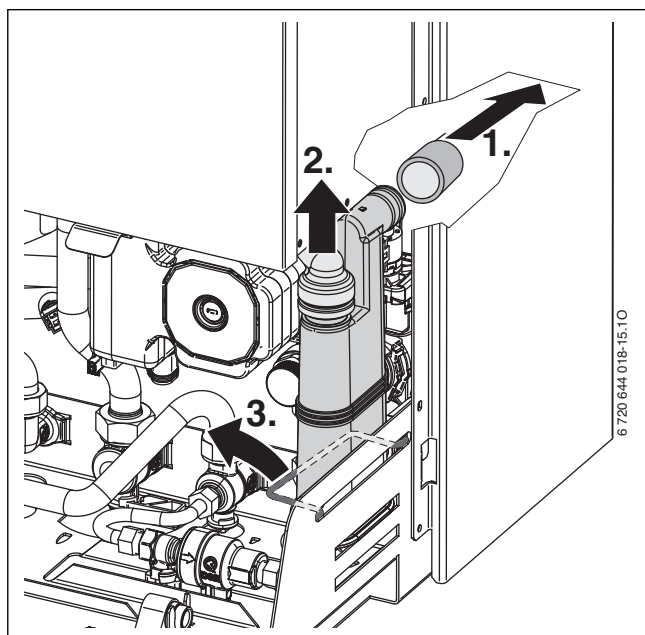

Fig. 52
- ▶ Démontez le siphon des condensats (→ fig. 52) et placer un récipient approprié en dessous.